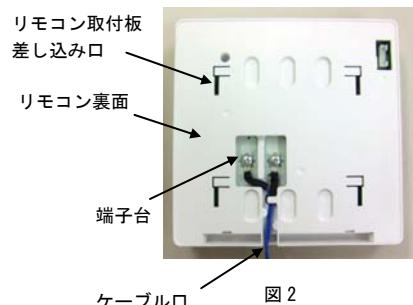

図2 リモコン取付板 差し込み口 端子台 ケーブル口
- リモコンコードを端子台に接続し、ケーブル口より引き出してください。（図2）